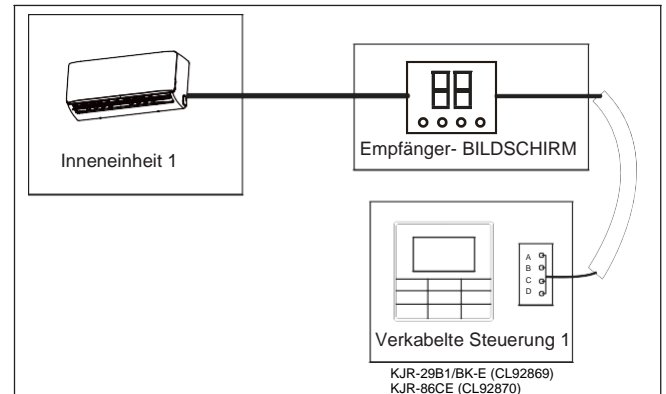

Abb. 6.8
- Verwenden Sie 1 kabelgebundene Steuerung zur Steuerung Kabelbedienung, 2 kabelgebundene Steuerungen (ein Master und ein Slave) zur Steuerung eines Innengerätes (siehe Abb. 6.8);
Verwenden Sie eine kabelgebundene Steuerung, um ein Inneneinheit zu steuern (siehe Abb. 6.8).